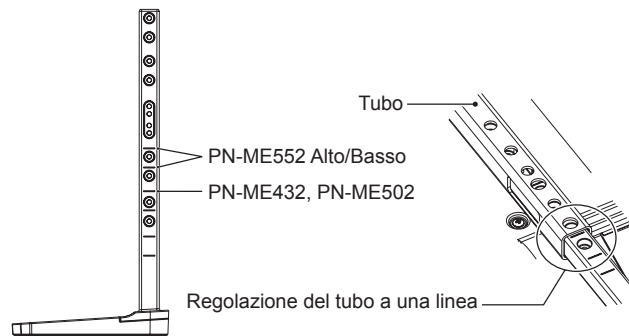

Figura 1
1. Le linee sull'asta del supporto sono indicatori della regolazione dell'altezza (Figura 1). Regolare il tubo in base alle linee.